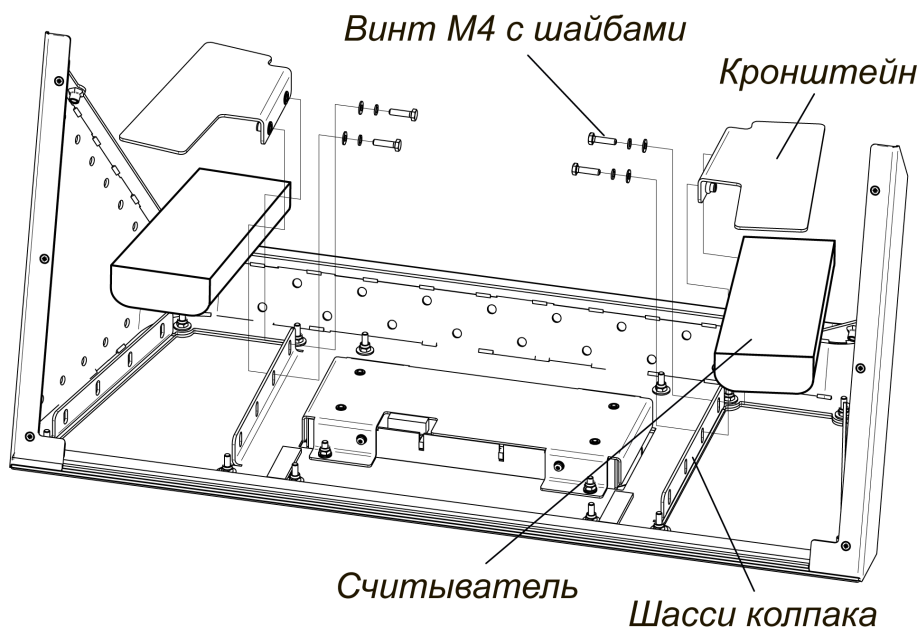

Рисунок 15. Установка встраиваемых RFID-считывателей
13. При необходимости установите внутри турникета под верхней пластиковой панелью колпака бесконтактные считыватели карт доступа. Считыватели монтируются на специальных кронштейнах: сначала кронштейны необходимо снять с шасси колпака, открутив по 2 винта М4 с шайбами, затем установить на кронштейны считыватели и после этого кронштейны установить обратно на шасси (см. рис. 15).